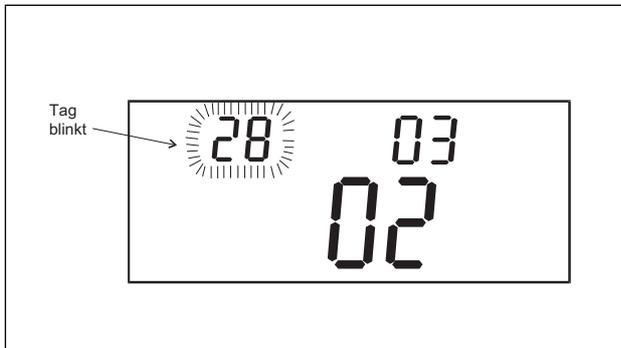

Abb.9.2
- **Vorgeschlagene Kunden- und Prüflingsnummer nach dem Drücken der Taste SPEICHERN (siehe Abb. 9.2) entsprechen den zuletzt in der Funktion SPEICHERN verwendeten Werte und sind unabhängig von anderen Funktionen (ABRUFEN, RS232, LÖSCHEN).**